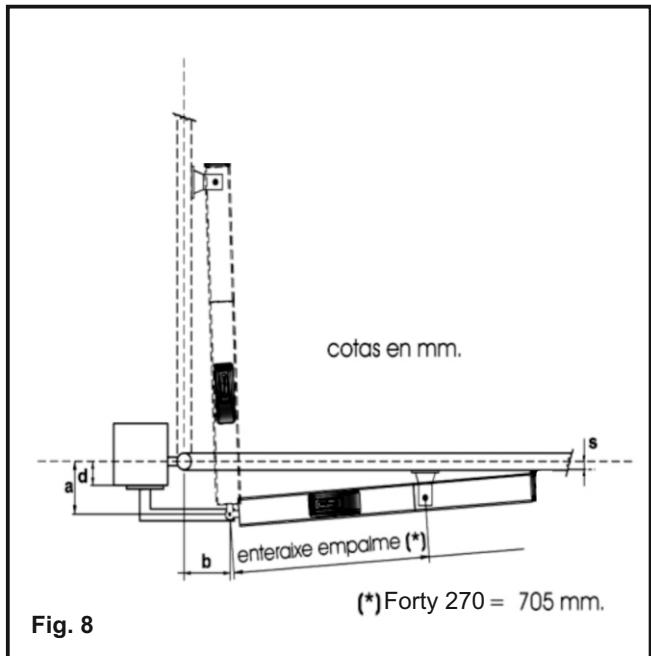

Fig. 8
3.3. INSTALACIÓN DE LOS ACCIONADORES FORTY CON ABERTURA HOYA EXTERNA (fig. 8)